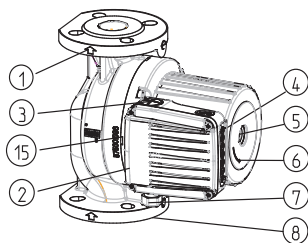
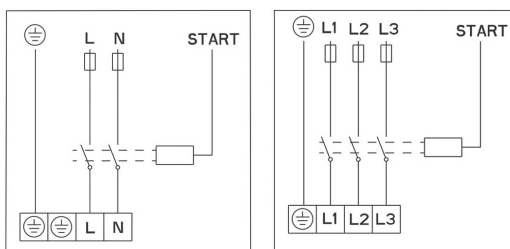

рис.2
рис. 4
- направление потока воды через насос должно соответствовать направлению стрелки на корпусе насоса (рис. 2- ПОЗ.1);
- необходимо использовать фланцы для подключения NP 6/10 (рис.2 – ПОЗ.8);
- насосы GHN (basic, auto), GHNМ (basic, auto) имеют одинарный гидравлический корпус (рис.2 – ПОЗ.8);
Гидравлический корпус насоса допускается изолировать только до прорези между мотором и гидравлическим корпусом. Отверстия для отведения конденсата необходимо оставить открытыми для обеспечения вывода конденсата из статорного отсека, данные отверстия необходимо оставлять открытыми и в системах обогрева, когда выполняется только термоизоляция гидравлического корпуса (рисунок 2, 3, ПОЗ 15).
Провод подключения подключается через кабельный ввод M20 (рис.2 – ПОЗ.7).
Электрическое соединение насосов необходимо выполнить по соединительной схеме (рис. 4), которая отображена на нижней стороне крышки мотора. Перед этим необходимо отвинтить верхнюю крышку (рис.2 - ПОЗ. 2)
В насосах типа GHN (basic, auto), GHND (basic, auto), GHNM (basic, auto), GHNMD (basic, auto) ротор работает в воде. Ротор установлен в специальных работающих на смазке водой подшипниках, поэтому перед вводом в эксплуатацию необходимо заполнить насос водой и откачать воздух. Для откачки воздуха из насоса необходимо удалить болт на обратной стороне электромотора (рис.2-ПОЗ.5) - воздух начнет выходить через прорезь между валом мотора и подшипником. После того как начнет вытекать вода, необходимо закрыть вентили со стороны всасывания и со стороны нагнетания и запустить насос. При вращении вала насоса в обратном направлении
Каждый насос способен работать в некотором диапазоне трёх гидравлических параметров. Для этого он оснащён встроенным электромотором с тремя скоростями вращения. Для достижения выбранных характеристик скорости ① ② ③ на насосе расположена кнопка (рис. 2, 4), с помощью которой можно изменять скорость.
Выключить насос; закрыть вентили со стороны нагнетания и со стороны всасывания; удалить болт для откачки воздуха; отверткой (рис.2-ПОЗ.5), которую необходимо установить в прорезь на валу, крутить вал до тех пор, пока он не начнет свободно вращаться. После этого необходимо установить болт для откачки воздуха на место. Аппарат не предназначен для использования лицами (включая детей) с ограниченными физическими, психическими или умственными способностями, а также лицами, не обладающими опытом или знаниями, кроме случаев, когда данные лица находятся под контролем или прошли обучение у специалиста, несущего ответственность за их безопасность.